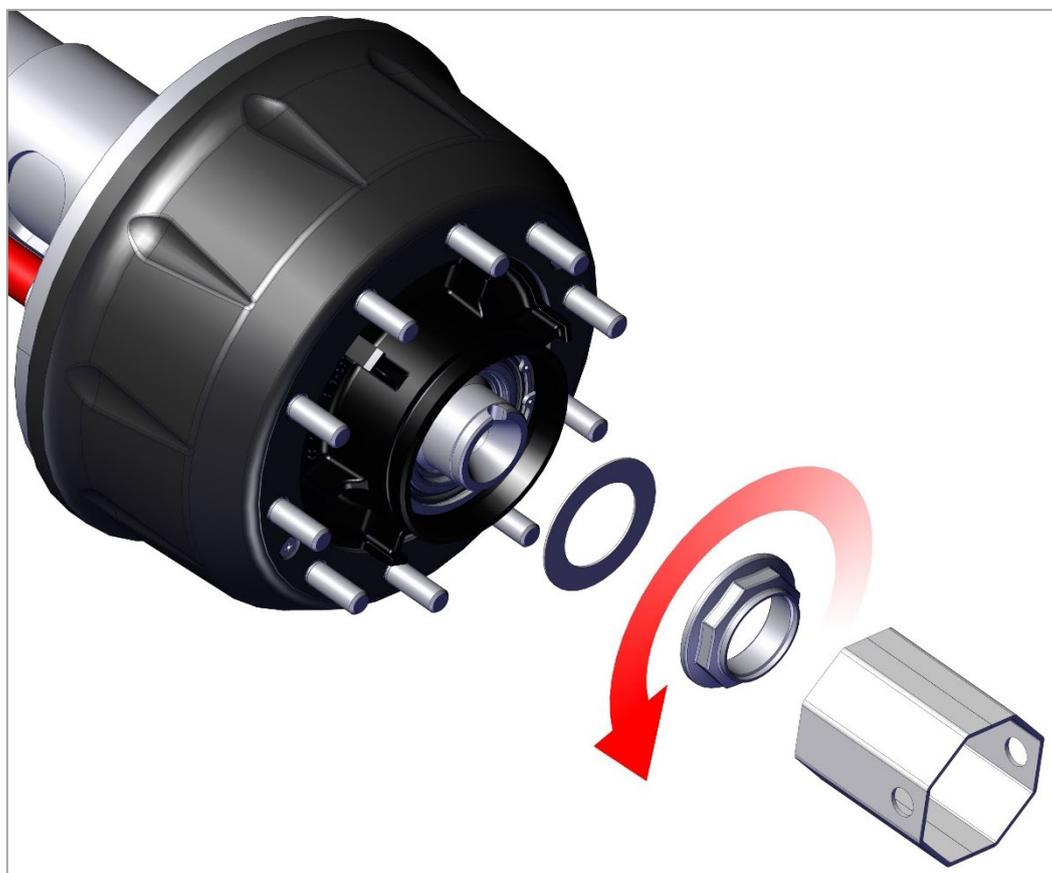

Рис. 8.1. Снятие гайки подшипников
2) Отверните гайку подшипников ступицы и снимите упорную шайбу (рис. 8.1).